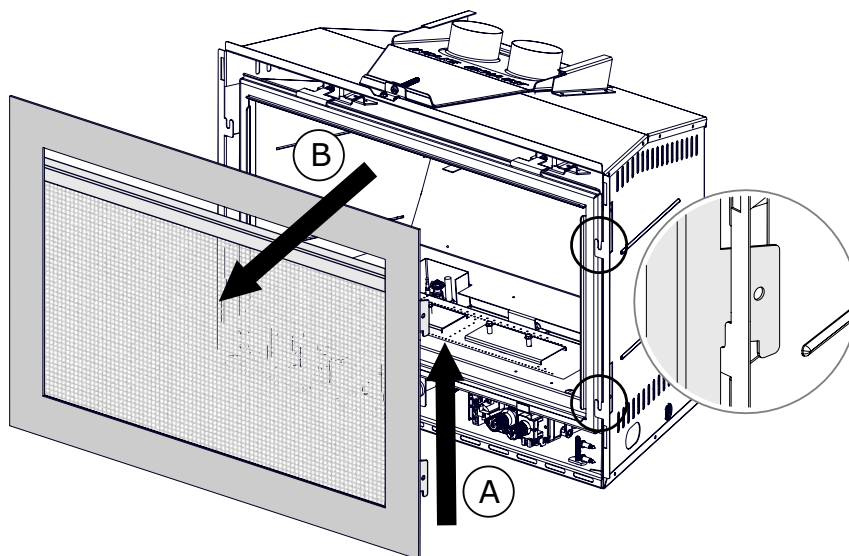

Fig. 1
1. Avant d'enlever la porte vitrée, la barrière de protection doit être enlever. Soulevez la barrière de protection/garniture décorative hors des 4 goupilles et enlever de l'appareil, puis inclinez la partie haut du porte vitrée puis enlever de l'appareil (**Fig. 1**).